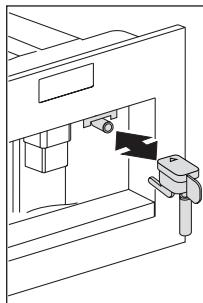
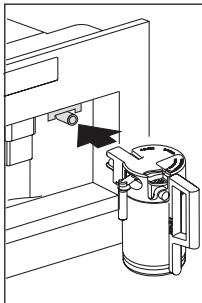

Fig. 13
Fig. 32
- Retire o bico de água quente (Fig. 13) e encaixe o recipiente para leite no bocal. (Fig. 32).